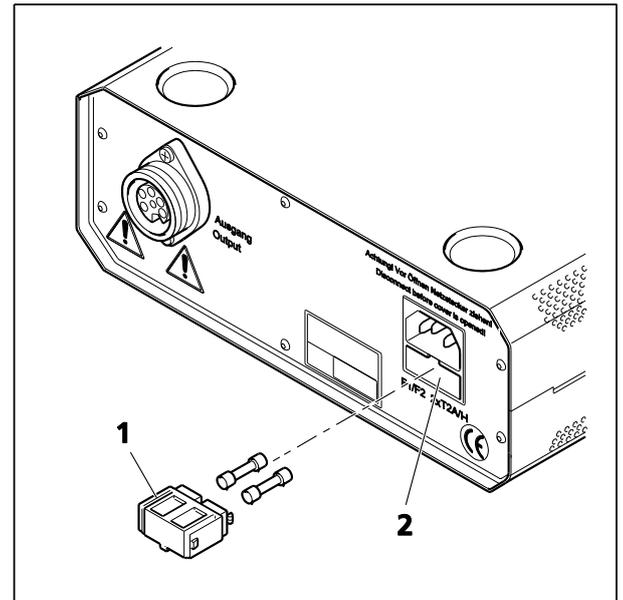

Fig. 166 Remplacement des fusibles dans le régulateur de puissance (bloc d'alimentation)
- Retirer le porte-fusible (Fig. 166/1) du compartiment à fusibles (Fig. 166/2) en le tirant vers soi.